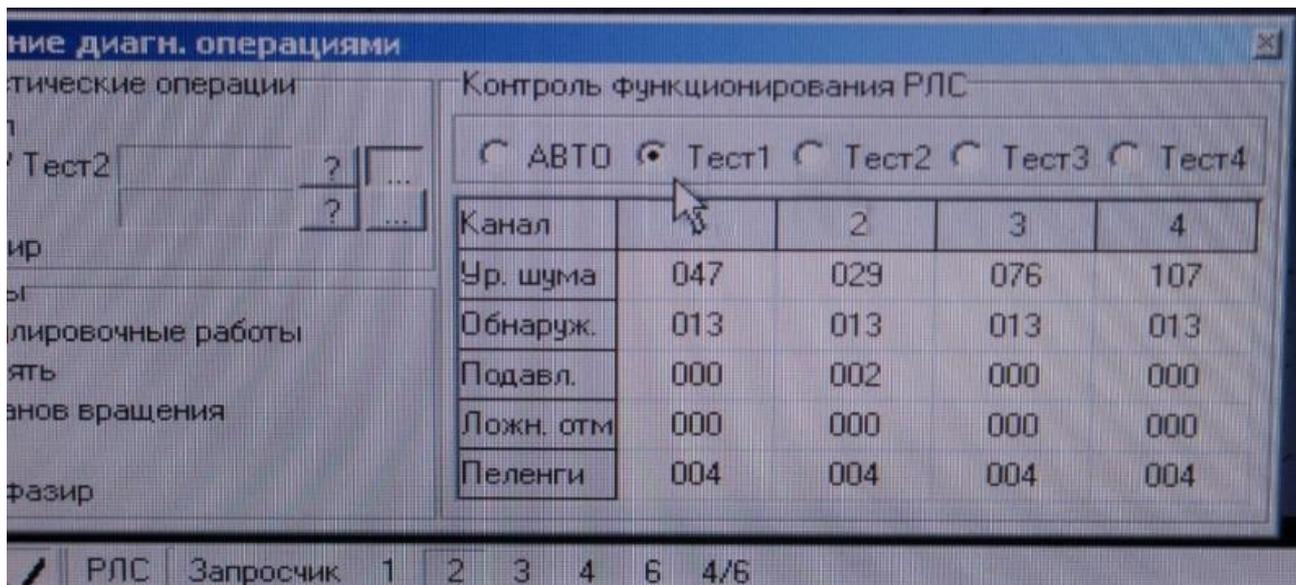
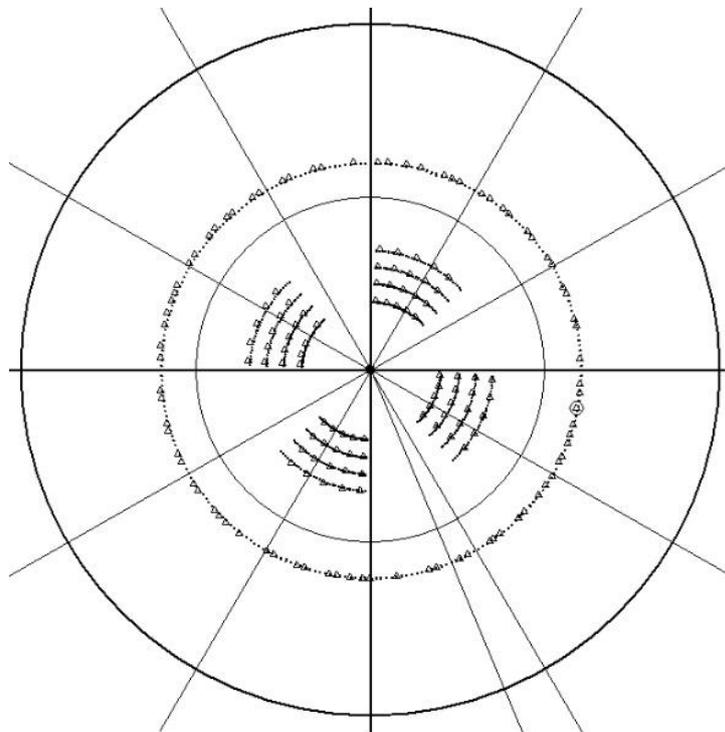

Рис. 6.22. Дополнительное окно управления диагностическими операциями. Тест 1
Рис. 6.23. Вид индикатора в режиме контроля функционирования (тест 1)
2. Выбрать «Тест1» в дополнительном окне управления диагностическими операциями (рис. 6.22) и убедиться в наличии изображения на экране (рис. 6.23). Здесь отображаются отметки, имитирующие эхо-сигнал на дальностях 20, 25, 30 и 35 км на азимутах от 0 до 45°, от 90 до 135°, от 180 до 225°, от 270 до 315° и формирующие в каждой дужке по пять отметок от целей, а также на дальности 60 км в виде кольца.